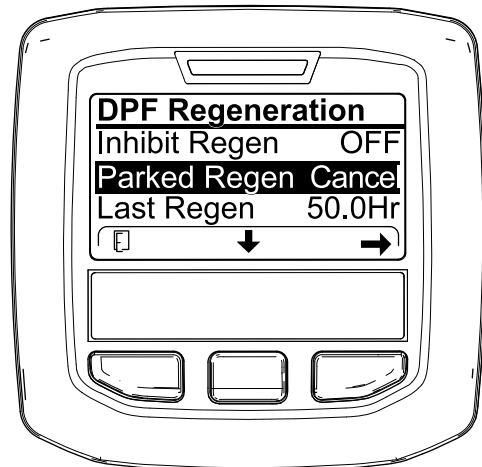
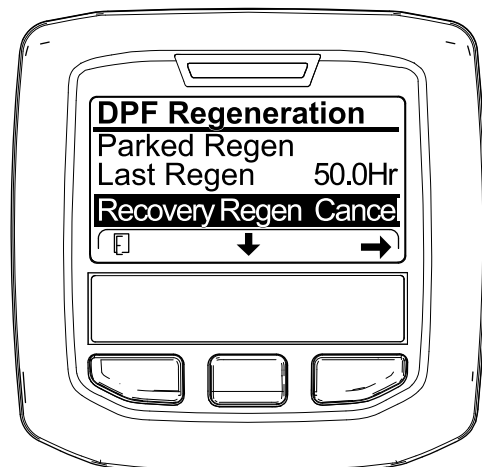

Figure 59
Figure 60
1. Ouvrez le menu Régénération du FAP (Figure 59).
2. Appuyez sur le bouton central pour naviguer jusqu'à l'option PARKED REGEN CANCEL (Figure 59) ou RECOVERY REGEN CANCEL (Figure 60).
3. Appuyez sur le bouton droit pour sélectionner l'option Regen Cancel (Figure 59 ou Figure 60).